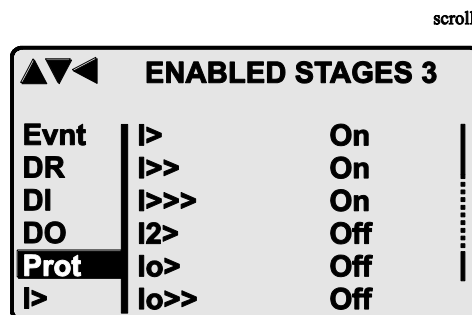

Bild 2.2.1-1 Beispiel für Bildlaufanzeige
3. Drücken Sie zur Bestätigung des gewählten Untermenüs die ENTER-Taste. Wenn das gewählte Untermenü mehr als sechs Elemente enthält, erscheint auf der rechten Seite des Displays eine schwarze Linie (Bild 2.2.1-1). Dann können Sie in dem Untermenü nach unten scrollen.